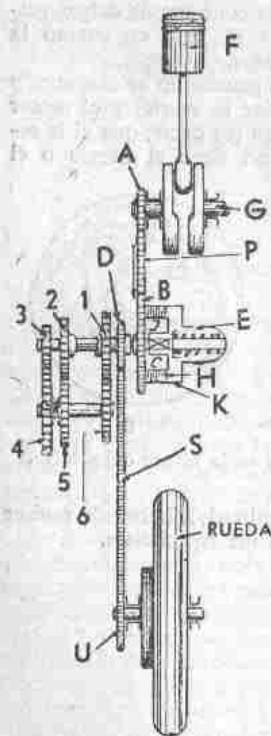
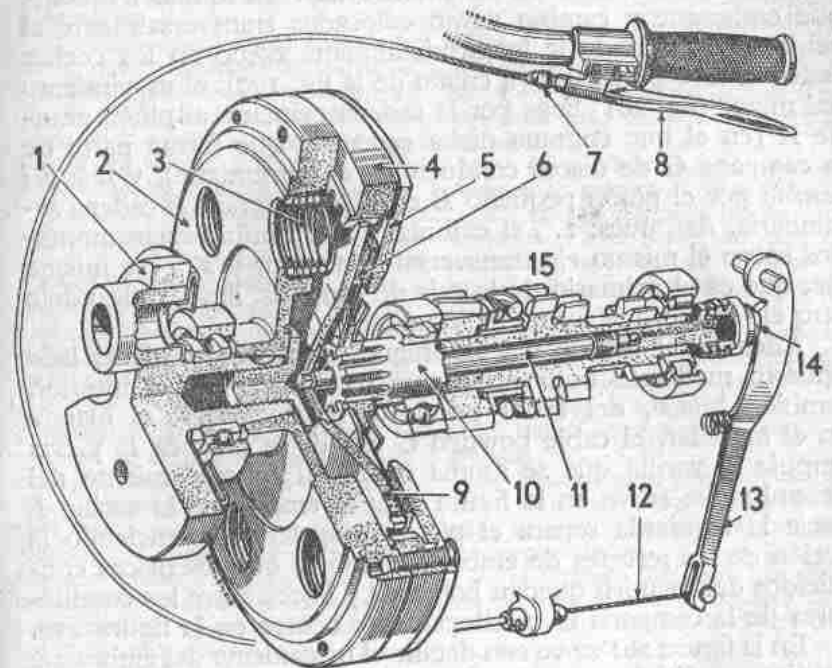
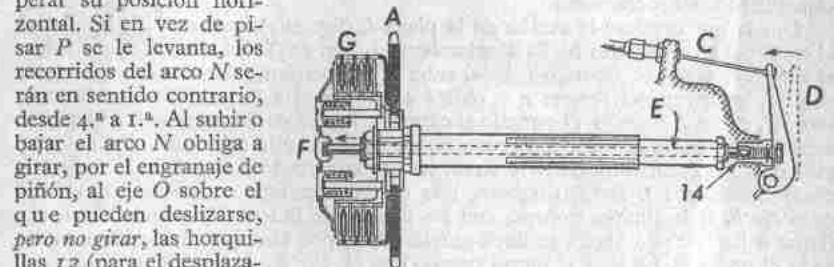

Fig. 249.—Transmisión desde el motor *F* a la rueda.
Fig. 254.—Embrague de disco único en seco. (Moto BMW de dos cilindros horizontales opuestos y transmisión por cardan, según esquema de la figura 277).
Fig. 262.—Mando del embrague (en la fig. 261).
b) Ajuste demasiado apretado en el cable, que no deja en *14* (figs. 254, 259 y 262) la holgura necesaria de 3 a 5 décimas de milímetro. Se corrige con el reglaje 7 (fig. 254), el *T* (figura 259) o similar (por ejemplo, al final del cable donde se engancha a la palanca *13*, fig. 254).
e) Resorte *E* (fig. 249) o resortes 3 (fig. 254) rotos o débiles; en muchos casos pueden apretarse, pero cuidese de hacerlo por igual dándoles el mismo número de vueltas a derechas. Un apriete desigual tuerce los discos, que tienden a acufiarse en sus acanaladuras y no se aprietan entre sí. Si hubiera de reponerse algún muelle estropeado, conviene colocarlos todos nuevos y exactamente de la misma fuerza, para
f) El mando interior *11* (fig. 254) o *E* (fig. 262) no corre bien por dentro del eje primario, a causa de suciedad o por torcedura: límpiese o repárese.
2. *No se desembraga a fondo.*— Aunque la palanca 8 (fig. 254) se apriete del todo, la moto tiende a ser arrastrada por el motor; los cambios de marcha se hacen con dificultad y ruidosamente. Las causas pueden ser: